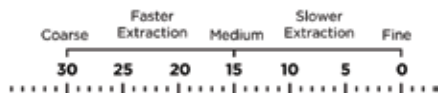

Fig. 3:
2. Bean Box har markeringar som indikerar kaffets grovhet (se Fig. 3). För att justera malningsinställningen, se till att din önskade inställning på Bean Box är justerad med markeringen på övre locket (som visas i Fig. 4).